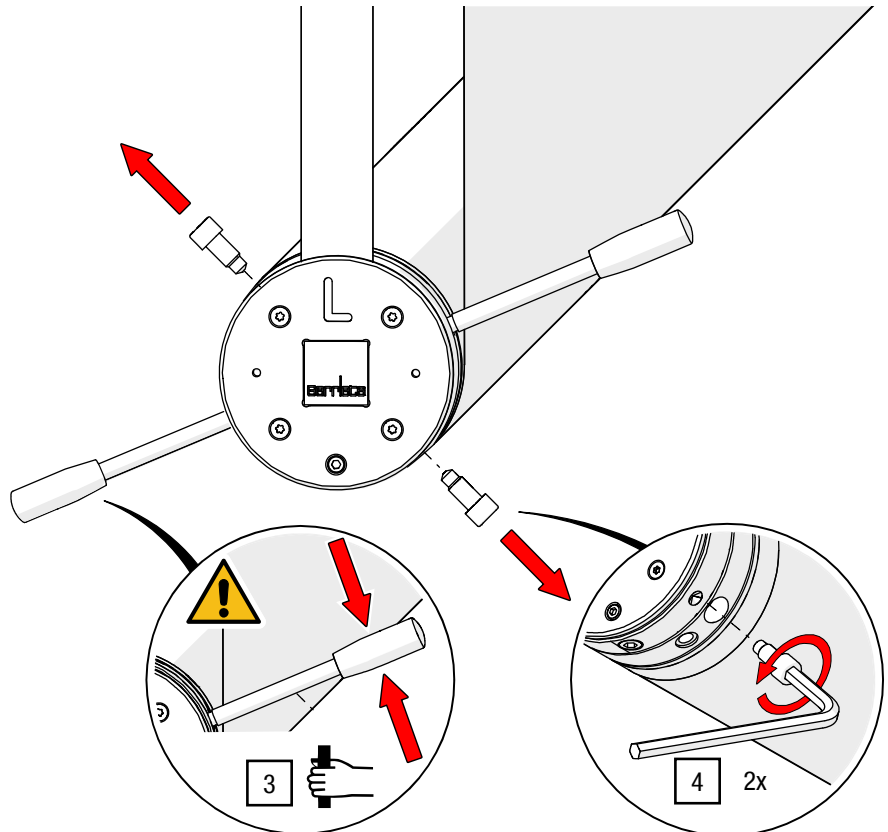

Abb. 31: Spannhebel halten und Spannschrauben lösen
3. Nehmen Sie den Griff von mindestens einem Spannhebel fest in die Hand und halten Sie diesen fest (siehe Abb. 31).
4. Lösen Sie mit einer zweiten Person die Arretierschrauben am Spannring mit einem ISK SW 10 (siehe Abb. 31).